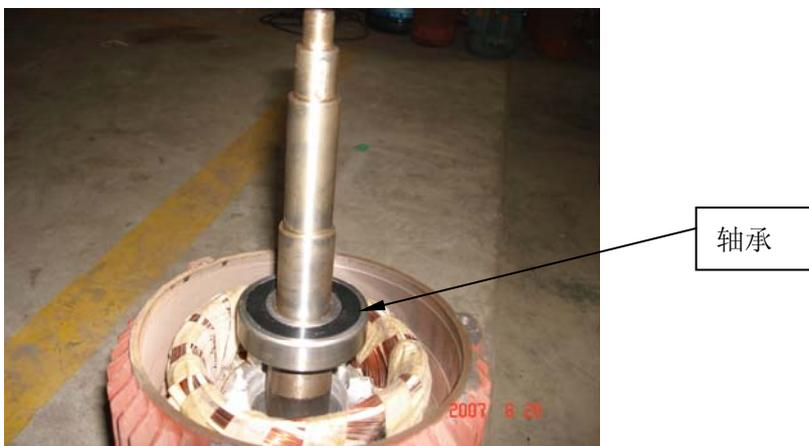

图 5
- 将电机风罩、风叶、后盖卸掉、取出转子（注意不要擦伤电机线圈，图 5）
- 用三爪拉马拉出轴承（图 5）。